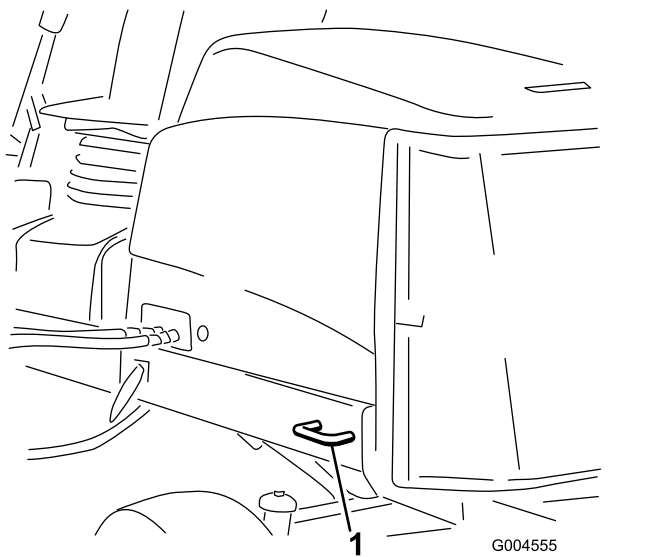

Figura 24
- **Traseira da máquina** – cada lado da máquina na estrutura traseira (Figura 24).